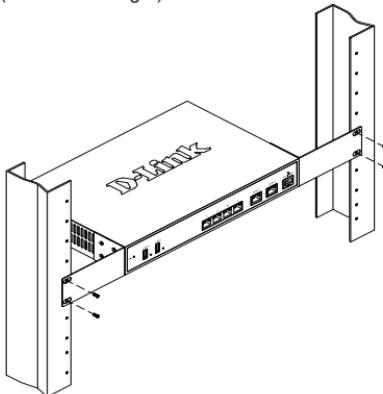

Abbildung 4. Installation des Wireless Controllers in einem Geräterack in Standardgröße
- Befestigen Sie dann das Gerät mithilfe der mit dem Rack gelieferten Schrauben im Geräterack (siehe Abbildung 4).